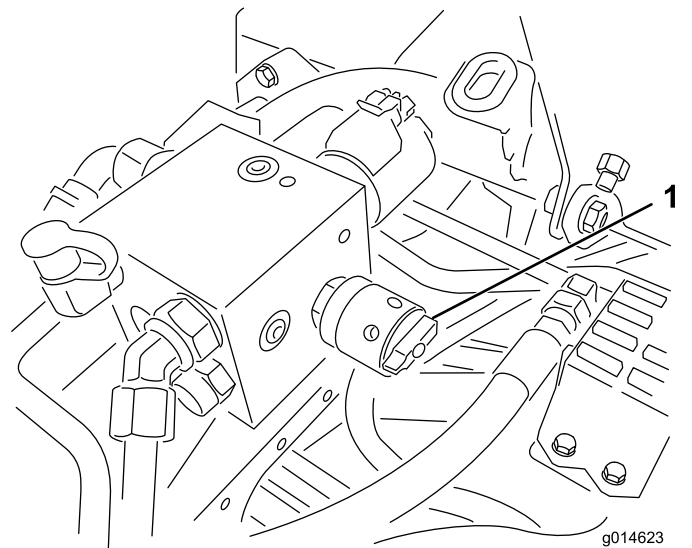

Рисунок 54
6. Поверните регулятор частоты вращения барабана в положение 1 (Рисунок 54).